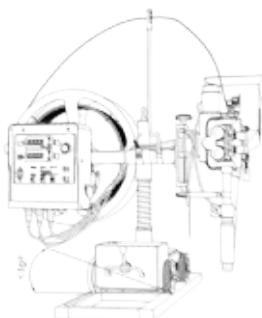

Рис. 8.13. Предельный наклон сварочного трактора.
- Наклон сварочного трактора не должен превышать  $10^{\circ}$  (см. рис. 8.13).